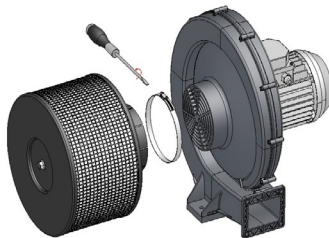

FIGURA 8
3. Inserte el posible filtro en la sección de entrada, fijándolo con la banda de sujeción (suministrada con el filtro) (FIGURA 8).